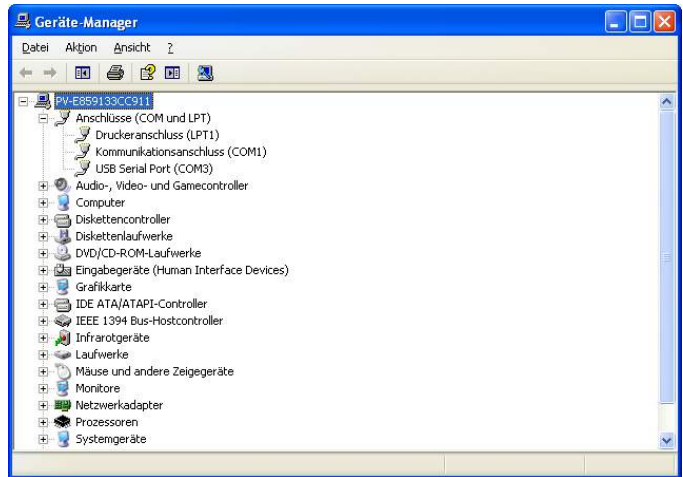

Abbildung 10.6
- Nach der Installation erscheint der neue COM-Port im Gerätemanager (Abbildung 10.6)